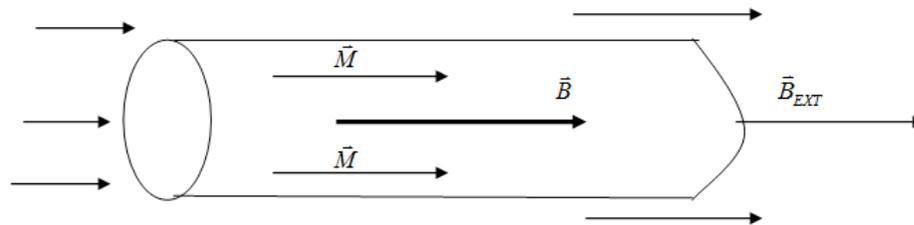

Figura 10.1 Núcleo del solenoide
Donde el momento magnético dipolar (\vec{m}) por unidad de volumen (V) se define como magnetización (\vec{M}) (figura 10.1), la cual caracteriza el comportamiento magnético de los materiales.